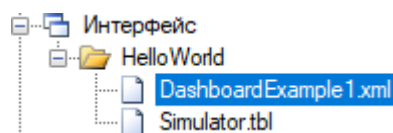

Рисунок 40 – Директория интерфейса
- 1) Создать и отредактировать файл дэшборда в директории интерфейса (см. рис. 40).